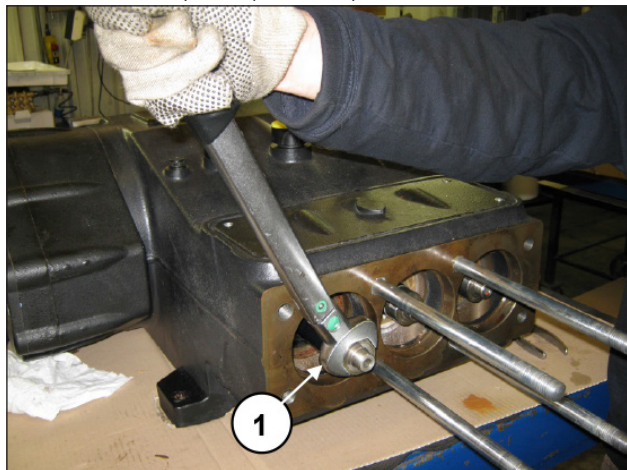

Abb. 125
Montieren Sie das Kolben-Distanzstück auf die Pumpe und ziehen Sie es fest (Pos. ①, Abb. 125).